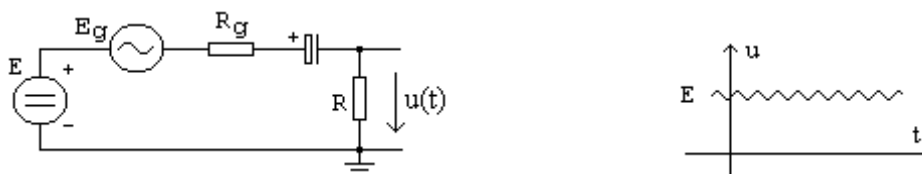

Figura 5.8: Exemplu de circuit în care este folosit un condensator electrolitic și diagrama tensiunii la bornele lui
N.B. În legătură cu funcționarea condensatoarelor polarizate, este necesară o precizare importantă: ele nu suportă decât tensiune cu polaritatea indicată (vezi ultimul simbol din figura 5.7). Ca urmare, nu pot fi folosite în tensiune alternativă. Totuși, ele sînt folosite în circuite în care componenta alternativă a tensiunii este mai mică decât cea statică, iar polarizarea statică respectă semnul menționat mai sus, ca în figura 5.8. Sensul curentului poate fi oricare, cît timp polaritatea tensiunii este respectată.